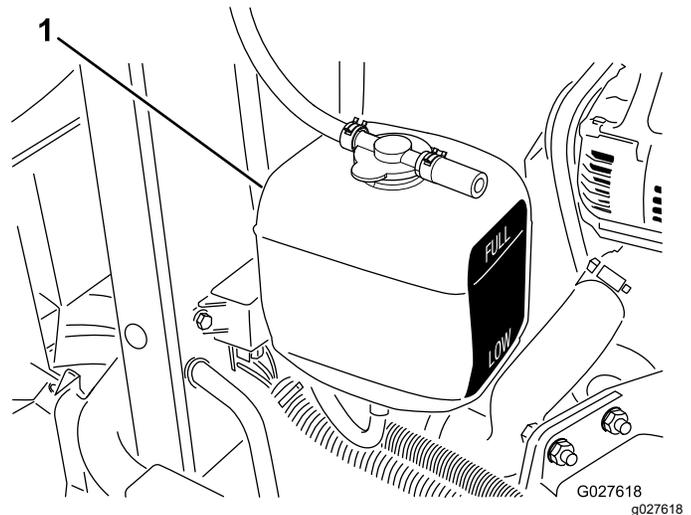

Рисунок 80
3. Проверьте уровень охлаждающей жидкости в расширительном бачке (Рисунок 80).